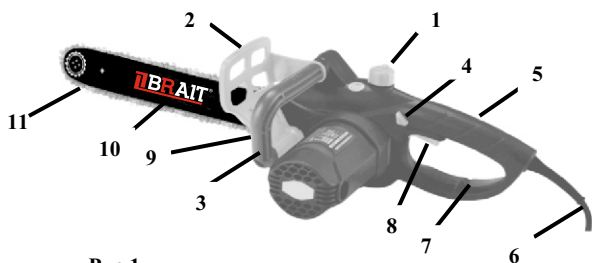

Рис.1.
- **Защитный щиток (2)** (Рис.1 защищает руку оператора при проведении распиловочных работ.
- **Кнопка блокировки пуска (4)**(Рис.1) предотвращает случайное включение двигателя. Она расположена на боковой поверхности задней рукоятки.
- **Клавиша пуска (8)**(Рис.1) не может быть нажата, если не нажата кнопка блокировки пуска (4)Рис.1).
- **Задняя ручка (5)** (См. Рис.1). Задняя ручка имеет снизу расширенный защитный экран, который защищает руки от травм в случае разрыва цепи, а также от царапин ветками и сучьями во время работы.
- **Пильная цепь, снижающая риск отскока (11)** (См. Рис.1). Пила снабжена высококачественной цепью, снижающей риск отскока и его интенсивность, благодаря специально разработанным контурным звеньям.
- Открутите крышку наливной горловины бака (1)(См. Рис.1).
- Залейте необходимый объём масла в бак, контролируя его уровень по мерному окну (9) См. Рис.1).
- Обхватите переднюю дуговую ручку пилы (3)(См. Рис.1) левой рукой. Правой рукой возьмитесь за заднюю ручку (5)(См. Рис.1).
- Зажмите кнопку блокировки пуска (4)См. Рис.1).